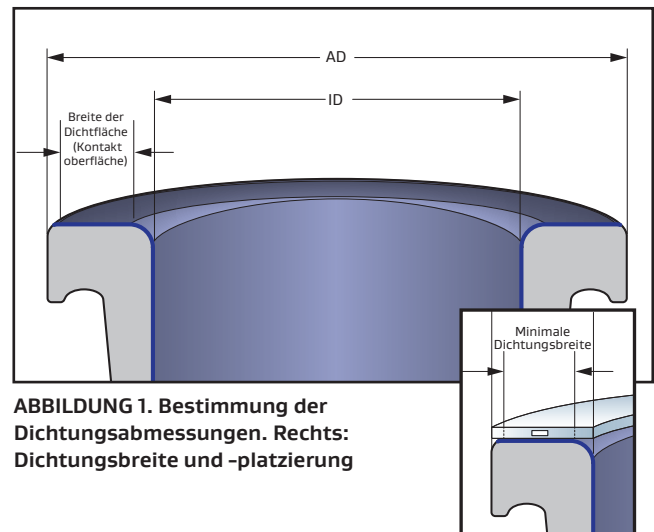

ABBILDUNG 1. Bestimmung der Dichtungsabmessungen. Rechts: Dichtungsbreite und -platzierung
Bestimmen Sie den Innen- (ID) und Außendurchmesser (AD) des Flansches und die Breite der Dichtfläche vor der Flanschabrundung (Abbildung 1). Ermitteln Sie den Flanschumfang zur Auswahl der Dichtbandlänge.
Die Dichtung muss mindestens so breit sein, dass sie die gesamten Email-Kontaktflächen bedeckt. Die perfekte Dichtungsbreite geht vom Flansch-ID bis zum Flansch-AD, wie in Abbildung 1 rechts dargestellt. Überschüssiges Material sollte gleichmäßig zwischen ID und AD verteilt werden, um die Seele ungefähr mittig auf der Flanschdichtfläche zu halten. Überschüssiges Material am AD darf die Platzierung der Klammerschrauben nicht beeinträchtigen.